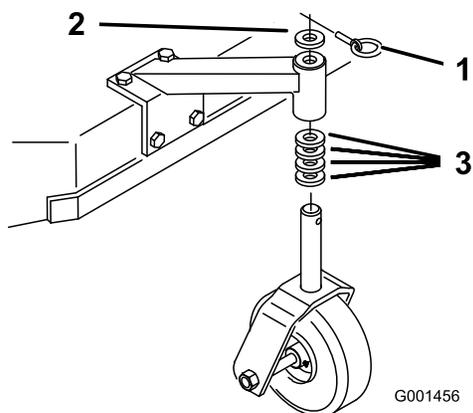

Figura 5
1. Utilizzando il Tabella altezza di taglio \(pagina 8\), regolate i distanziali della rotella perché corrispondano al foro dell'asse selezionato (Figura 5).
2. Rimuovete il perno di bloccaggio, fate scorrere la rotella dal supporto, e modificate i distanziali (Figura 5).
3. Montate la rotella nel supporto e inserite il perno di bloccaggio (Figura 5).